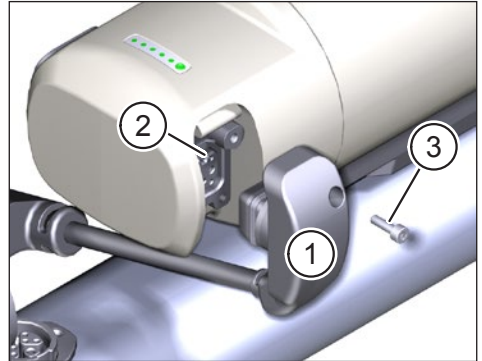

Abb. 7: Befestigen Sie das Verbindungskabel am Range Extender
- ▶ Schließen Sie den Stecker (Pos. 1 in Abb. 7) des Anschlusskabels an der Buchse (Pos. 2 in Abb. 7) des Range Extender an.
- ▶ Befestigen Sie den Stecker mit der im Lieferumfang des Kabels enthaltenen M3 × 8 Zylinderschraube (Pos. 3 in Abb. 7) mit einem Drehmoment von 1 Nm am Range Extender.